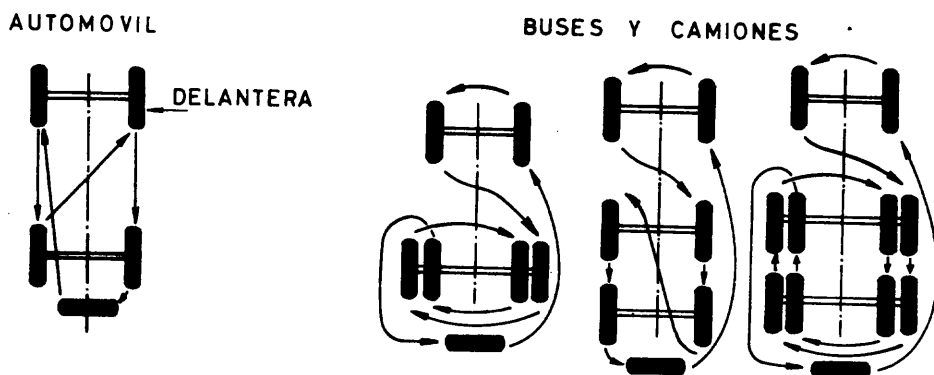

Fig. 6
b) Intercambiar la posición de los neumáticos, según las recomendaciones del fabricante (fig. 6).